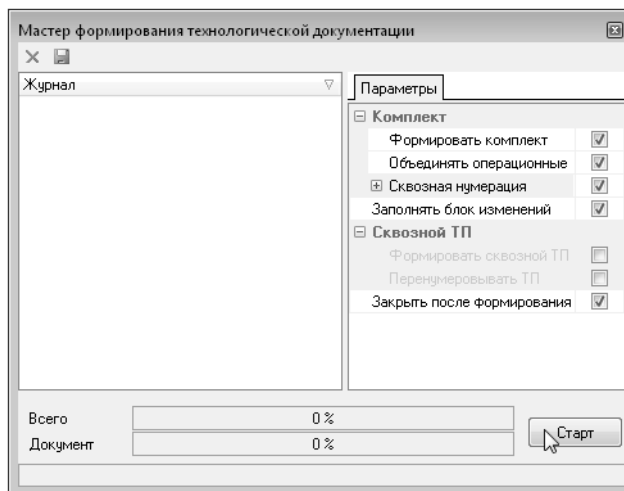

Рис. 9.15.
44. В появившемся диалоге **Мастер формирования технологической документации** (рис. 9.15) установите галочки в необходимых ячейках. Нажмите кнопку **Старт**.